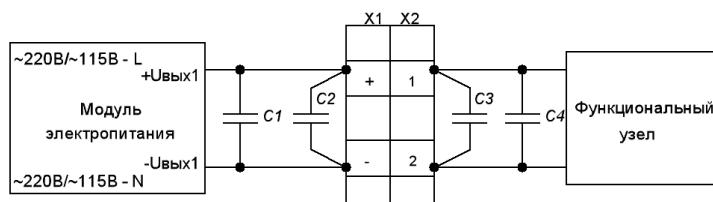

Рис. 5.3. Схема подключения нагрузки к модулю электропитания при наличии протяжённых линий связи
5.2.5. При наличии протяжённых линий связи длиной более 50 см от выводов модуля электропитания до разъёмов или питаемых функциональных узлов необходимо устанавливать керамические конденсаторы соответствующего напряжения на пути следования линий связи в соответствии с рис.5.3.